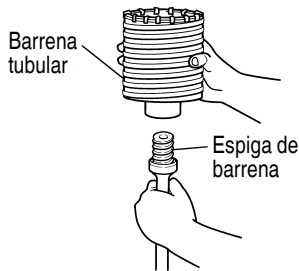

Fig. 12
- (1) Montar la barrena tubular en su espiga. (Fig. 12)